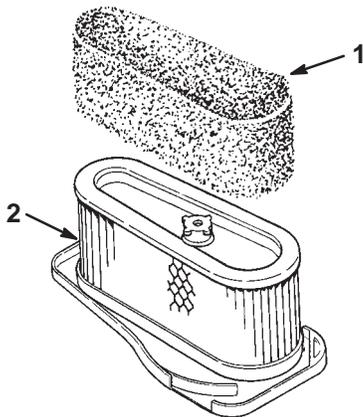

Figure 22
4. Glissez délicatement l'élément en mousse hors de l'élément en papier (Fig. 22).
1. Glissez délicatement l'élément en mousse sur l'élément en papier (Fig. 22).